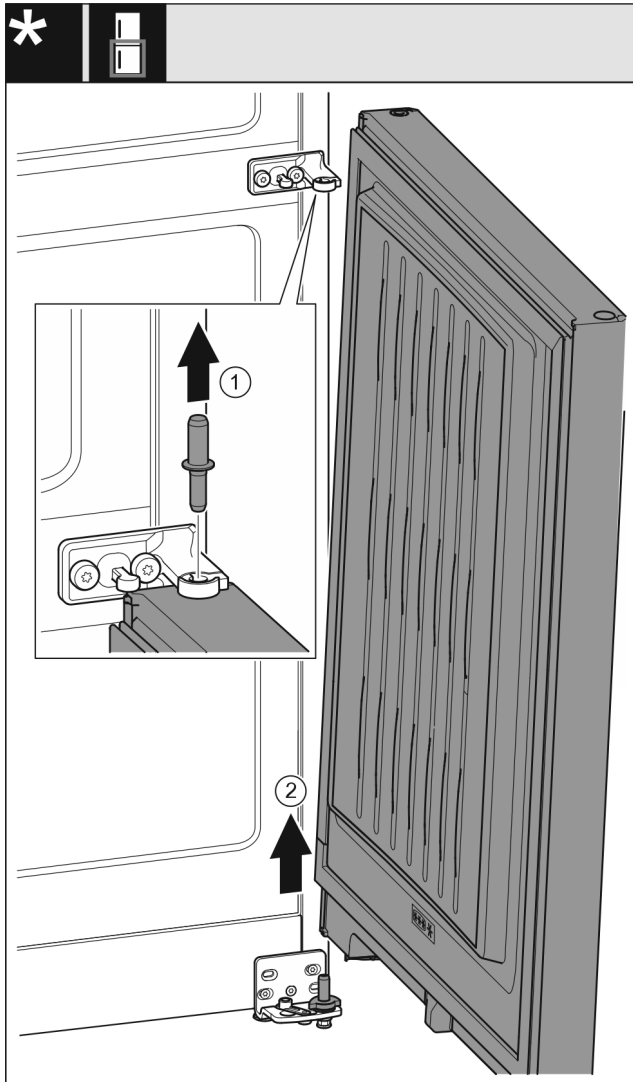

Fig. 10
- Bouten Fig. 10 (1) naar boven toe eruit trekken.
- Deur Fig. 10 (2) eruit draaien, naar boven trekken en opzij leggen.